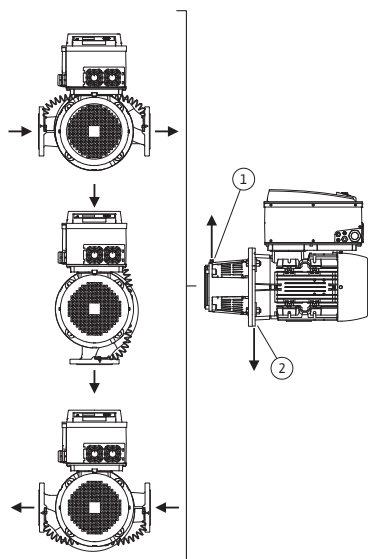
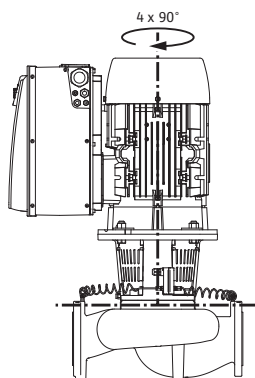

Fig. 18: posiciones de montaje admisibles con el eje del motor horizontal
Fig. 19: posiciones de montaje admisibles con el eje del motor vertical
Las posiciones de montaje admisibles con el eje del motor horizontal y el módulo electrónico hacia arriba (0°) se representan en la fig. 18. No están representadas las posiciones de montaje admisibles con el módulo electrónico montado lateralmente (+/- 90°). Es admisible cualquier posición de montaje, excepto "módulo electrónico hacia abajo (- 180°)". La purga de la bomba solo se garantiza si la válvula de ventilación se orienta hacia arriba (fig. 18, pos. 1).
Solo en esta posición (0°), puede evacuarse directamente el condensado a través de los orificios existentes, la linterna y el motor (Fig. 18, pos. 2). Para ello, se ha de retirar el tapón en la brida del motor.
Las posiciones de montaje admisibles con el eje del motor vertical se representan en la fig. 19. Cualquier posición de montaje es admisible, excepto montar el "motor orientado hacia abajo".
- Con el eje del motor en horizontal, la válvula de ventilación en la linterna (fig. 6, pos. 1.31) tiene que mirar siempre hacia arriba (fig. 12). Con el eje del motor en vertical se admite cualquier orientación. Consulte a este respecto también Fig. 18: "posiciones de montaje admisibles con el eje del motor horizontal" en la página 19 y Fig. 19: "posiciones de montaje admisibles con el eje del motor vertical" en la página 19.